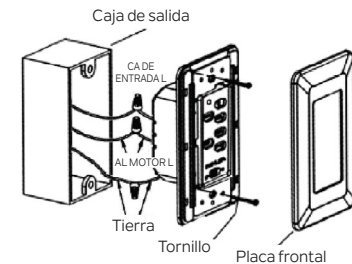

Figura 20
**Paso 2.** Instale el control de pared en la caja de salida y conecte los cables con los conectores de cables provistos. (Figura 20)